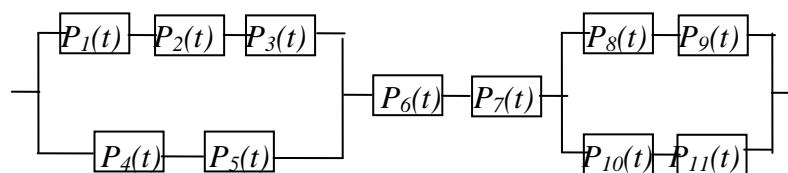

Рис. 5 Блок-схема надежности
7. На рис.5 приведена блок-схема надежности ХТС. Напишите выражение для определения вероятности безотказной работы ХТС $P_c(t)$. Определить среднюю наработку до отказа системы T и ресурс функционирования системы при условии, что вероятность безотказной работы системы к концу этого срока не должна быть ниже заданного допустимого уровня $P_{don} = 0,95$.